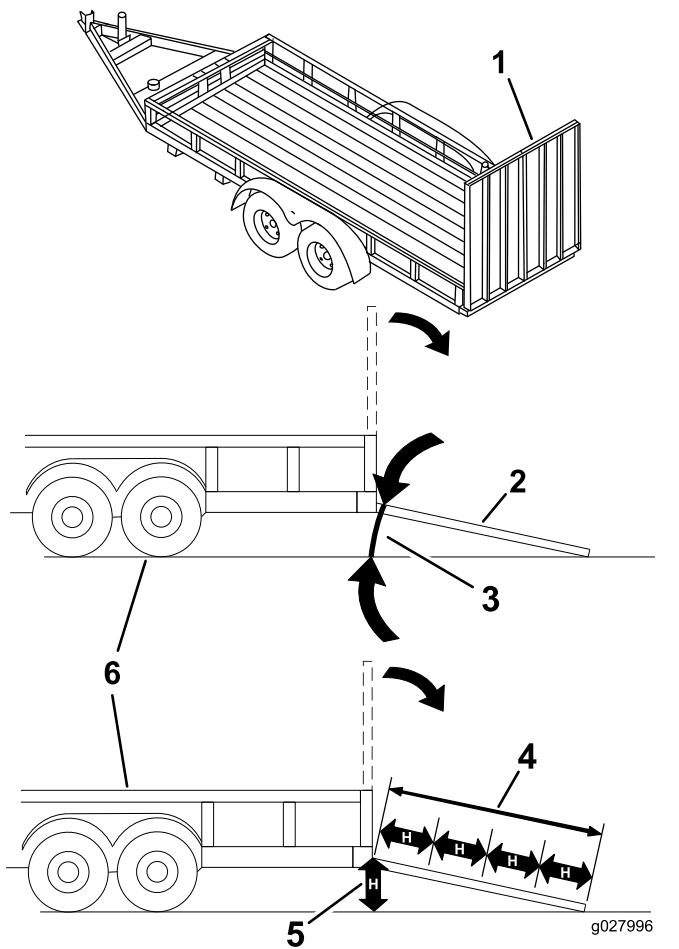

Figura 44
Colocar uma máquina num reboque ou camião aumenta a possibilidade de capotamento e pode provocar graves ferimentos ou morte (Figura 44).
1. Baixe a rampa, certificando-se de que o ângulo entre a rampa e o solo não é superior a 15 graus (Figura 44).